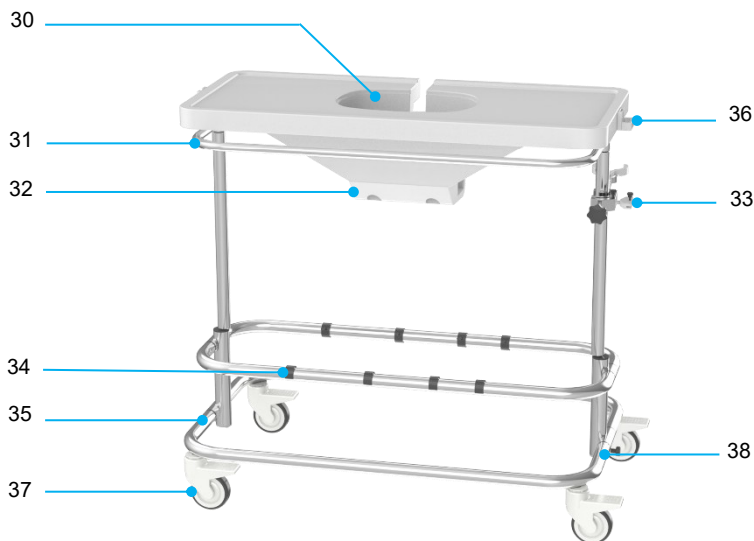

Figura 7 Trolley
L'Unità termica e l'Unità pompa sono fissate su un trolley (vedere la Figura 7). Il trolley è dotato di ruote con freni e di una barra di spinta che rende possibile il trasporto all'interno dell'ospedale.
- Sistemare il trolley nella posizione corretta e azionare i freni delle ruote (Figura 7, voce 35).
- Posizionare la vaschetta del rene nella cavità del piano d'appoggio del Kidney Assist (Figura 7, voce 30).
- Posizionare il sensore di pressione negli appositi supporti a lato del piano d'appoggio (Figura 7, voce 36).
- Posizionare l'ossigenatore nel supporto del trolley (Figura 7, voce 37) premendolo nel morsetto (vedere la Figura 9).